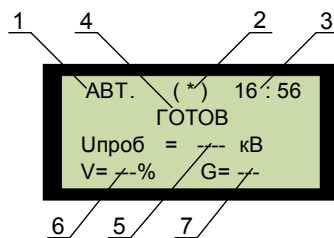

Рисунок 4
каторе (рисунок 4). На индикатор выводится информация, соответствующая следующим режимам работы установки:
4.13 В режиме "Готовность" (рисунок 4) на индикаторе отображаются следующие информационные позиции: